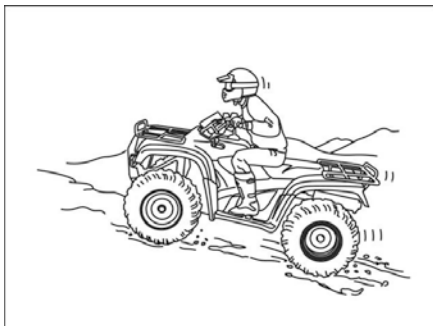

Рисунок 4.3.
3. При заносе не нажимайте на тормоз. Корректируйте занос только поворотом руля в сторону заноса и переносом центра тяжести тела вперед (см. рис. 4.3.).
6. Перенесите центр тяжести тела вперед (см. рис. 4.3.).